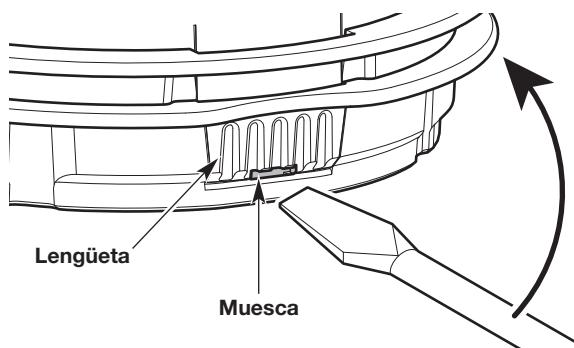

Fig. 26
- a. Inserte un destornillador de cabeza plana en la ranura de la lengüeta (Fig. 26).
- b. Incline levemente el destornillador hacia arriba y sosténgalo en el lugar (Fig. 26).